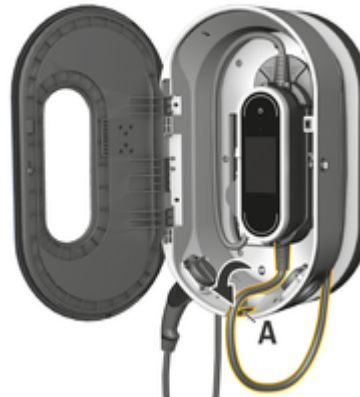

Fig. 10: Enganchar la unidad de control
3. Introducir el cable de vehículo por el orificio **A** (Fig. 10) y enrollar el cable sobrante en el puerto de carga.